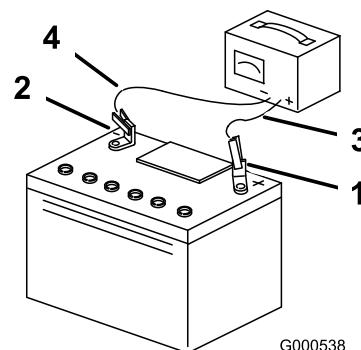

Figura 46
- Cuando la batería esté completamente cargada, desconecte el cargador de la toma de electricidad, luego desconecte los cables del cargador de los bornes de la batería (Figura 46).